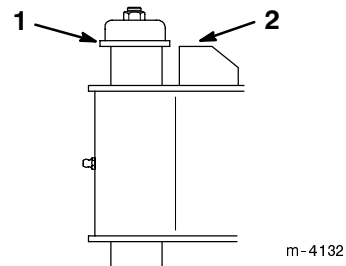

Abbildung 12
- Beim Fegen versuchen, den Flansch an der Oberseite des Drehzapfens auf einer Höhe mit dem Zieheisen zu halten (Abb. 12). Dadurch wird für ausreichende Bewegungsfreiheit gesorgt, wenn der Besen über Höcker oder Kuhlen fährt.